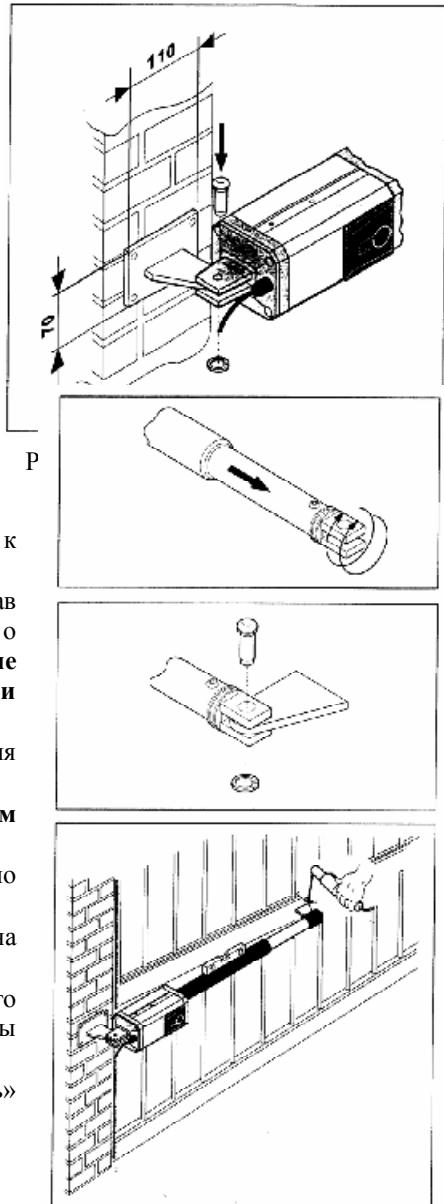

Рис. 7 Сборка и установка переднего кронштейна.
- снимите передний кронштейн с привода и закрепите его на створке ворот при помощи сварки см. рис. 7. Установите привод на передний кронштейн. При использовании сварки, для крепления кронштейнов, **не допускайте попадание искр на привод и его нагрева;**